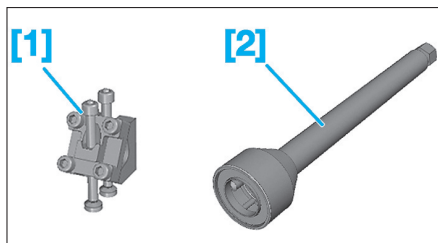

Fig. 11
- [1]. Dispositif antirotation crémaillère (Ref. 0721-B) (Fig.11).